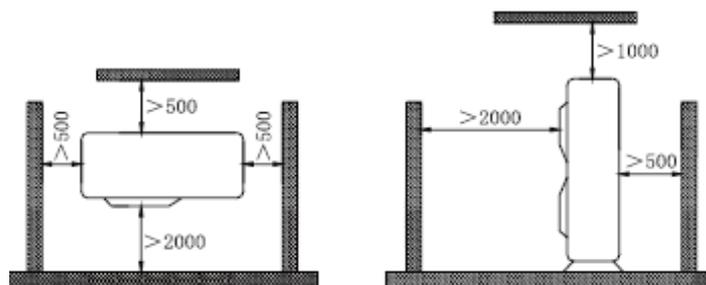

Fig.6
- 5) Osservare l'ingombro di installazione illustrato in Fig. 6.
- 1) Fare riferimento alla Fig. 6 per le coppie di serraggio delle viti.
- 3) Dopodiché, stringere la vite con la chiave dinamometrica fino ad udire un rumore metallico (come illustrato in Fig. 6).